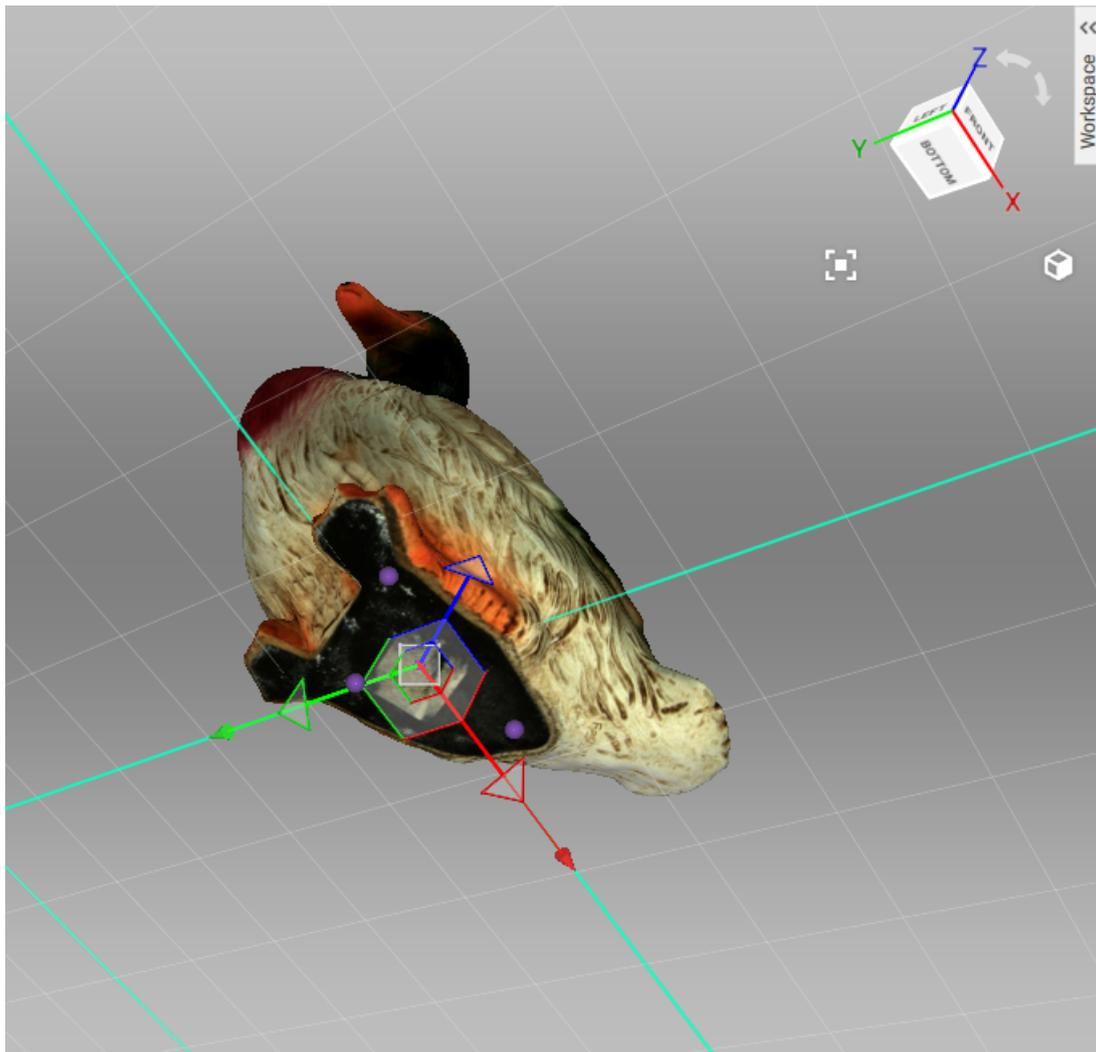

Abbildung 103: Modell im globalen Koordinatensystem positionieren.
4. Mit LMB mindestens drei Punkte auf der Oberfläche selektieren; die Ebene wird automatisch durch den Schwerpunkt gelegt (siehe *Abb. 103*). Es gelten die folgenden Randbedingungen: